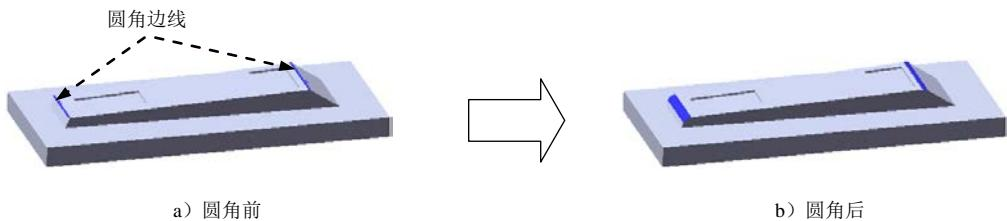

图 12.2.16 圆角 1
Step9. 创建图 12.2.16 所示的圆角 1。
- (1) 选择命令。选择下拉菜单 **插入(I)** → **特征(E)** → **圆角(U)...** 命令（或单击  按钮），系统弹出“圆角”对话框。
- (2) 定义圆角类型。采用系统默认的圆角类型。